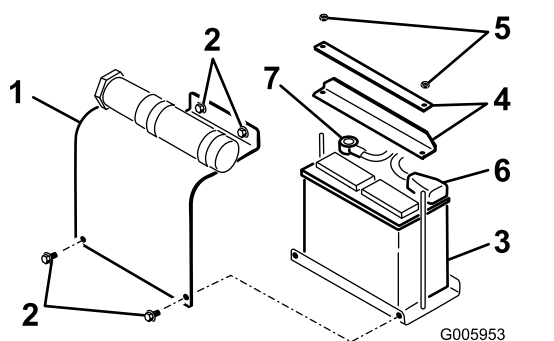

図 34
2. バッテリーカバーを取り出す（図 34）。
1. バッテリー固定用のバーとナットを外す（図 34）。
2. バッテリーのマイナス端子にマイナス（黒）ケーブルの接続を外す（図 34）。
3. バッテリーのプラス端子にプラス（赤）ケーブルの接続を外す（図 34）。
1. プラットフォームにバッテリーを取り付ける（図 34）。
2. 先ほど取り外したナットとバーで、バッテリーをシャーンに固定する（図 34）。
3. バッテリーのプラス端子にプラス（赤）ケーブルを接続する（図 34）。ゴムカバーをかぶせる。
4. バッテリーのマイナス端子にマイナス（黒）ケーブルを接続する（図 34）。
5. バッテリーカバーを取り付ける（図 34）。